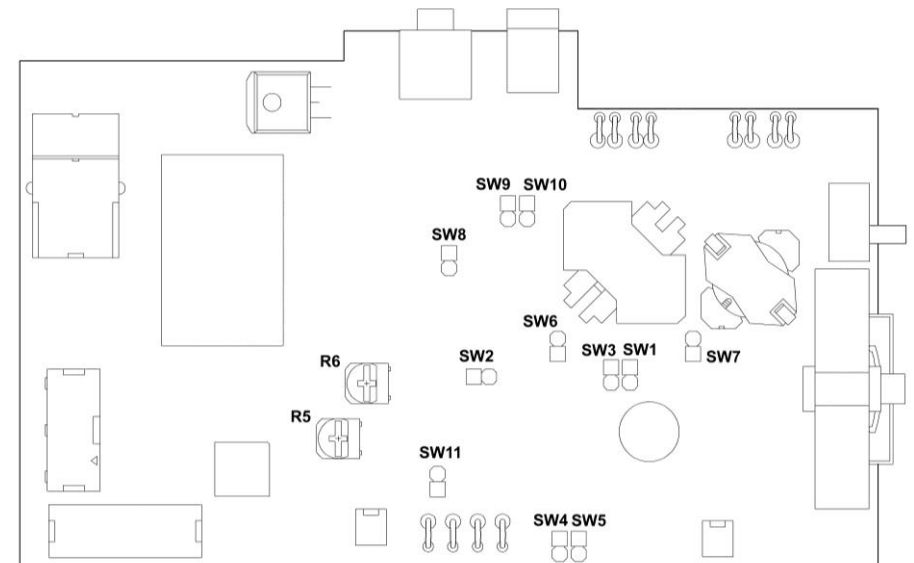

Рисунок 1 – Размещение режимных переключателей на плате ППСЦ
7.2.6 Для индивидуальной регулировки чувствительности микрофонов предусмотрены подстроечные резисторы R5 и R6 (см. рисунок 1). Резистор R6 устанавливает чувствительность микрофона МТТ, R5 – микрофона ГТС. При вращении по часовой стрелке чувствительность микрофона увеличивается.
- пользуясь чертежом размещения переключателей (см. рисунок 1), установить с помощью переключателей по таблице 2 необходимый режим работы ППСЦ;